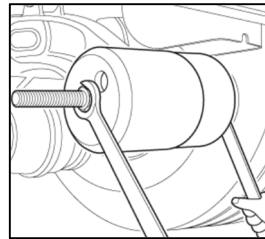

Fig. 12
14. Ruotare il dado "A" all'estremità del cuscinetto, continuare a ruotare il dado finché la boccola perno non sarà trascinata completamente nell'imbuto "D" (Fig.12).